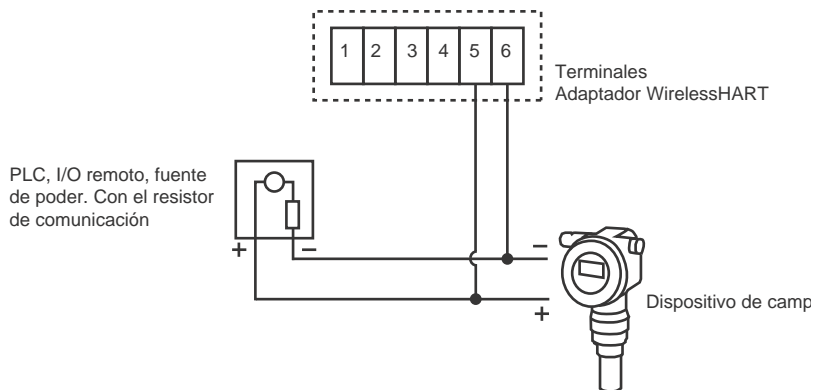

Fig. 5-4: Conexión del adaptador a un lazo de control con el resistor de comunicación
Para las instalaciones existentes, recomendamos que el adaptador este cableado según las indicaciones de fig. 5-4:
- Los circuitos en las figs. 5-4 y 5-5 son eléctricamente idénticos pues la terminal 4 está conectada internamente con la terminal 5 y la terminal 3 está conectada internamente con la terminal 6